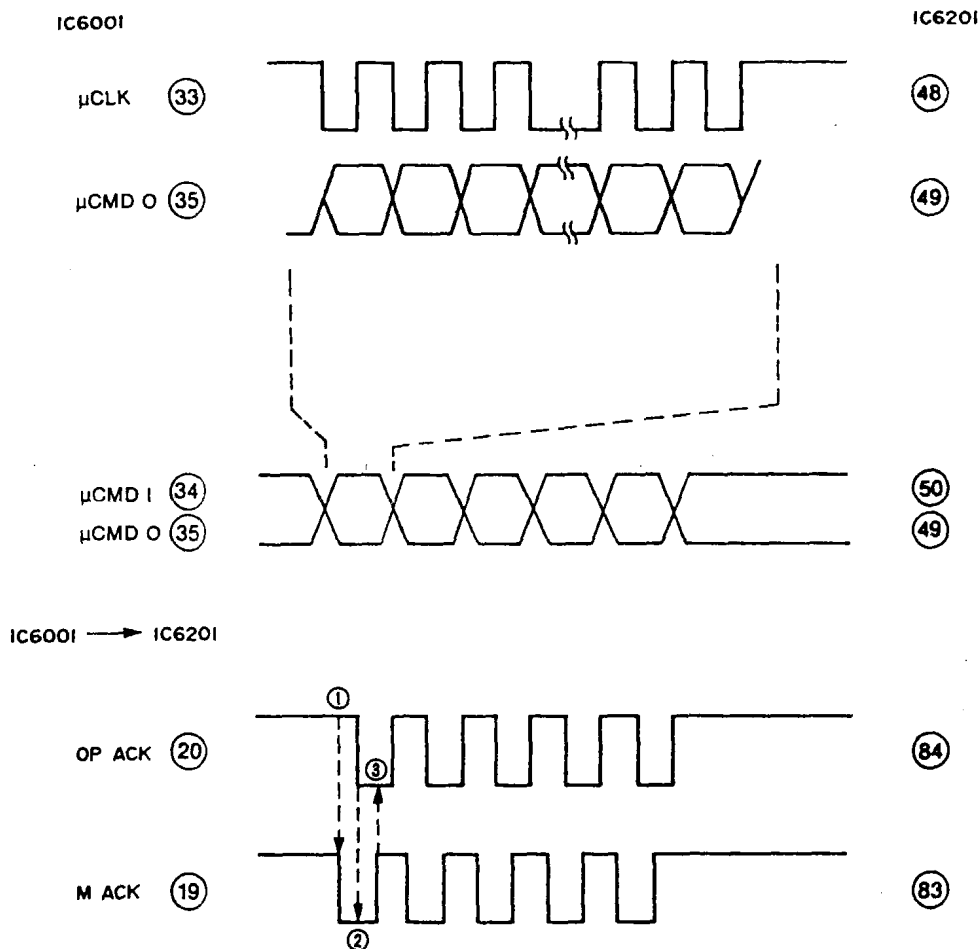

图 6-6 串行数据信号
号,这是一种串行数据信号,如图 6-6 所示。
从 IC6201④脚→IC6001④脚的信号是系统控制电路反送给操作显示微处理器的串行数据信号。图 6-6 中还示出了系统控制电路与操作电路之间的同步信号,IC6001②脚送给 IC6201 的同步信号和 IC6201③脚送回给 IC6001①脚的同步信号其相位差为 90°。